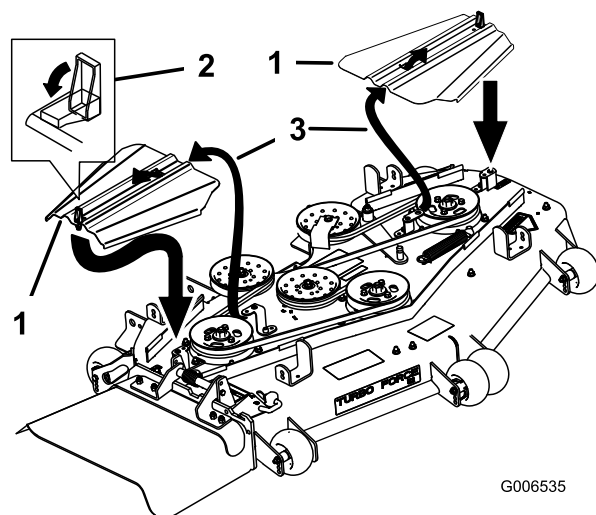

Figure 85
12. Posez les couvercles en les insérant dans la languette, vissez les boulons en place et fermez les fixations (Figure 85).